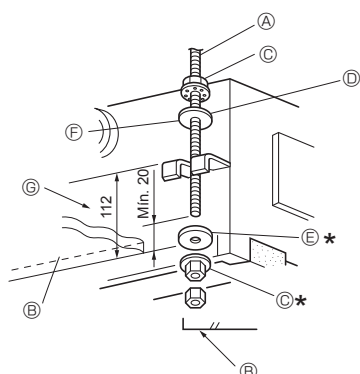

Fig. 2-7
1. Enrosque primeiro as anilhas ① ② (fornecidas) e as suas porcas (obtidas localmente) no parafuso de suspensão. (Fig. 2-7)
* Faça isto pela seguinte ordem (a partir do topo): porca, anilha isolada ②, anilha sem isolamento ①, 2 porcas.
* Posicione a anilha isolada ② com a superfície isolada a apontar para baixo, como na figura.
2. Eleve a unidade para o lugar, correctamente alinhada com o parafuso de suspensão. Passe o suporte entre as anilhas ① e ②, que já estão no lugar, e fixe-o. Faça o mesmo para os outros quatro lados.